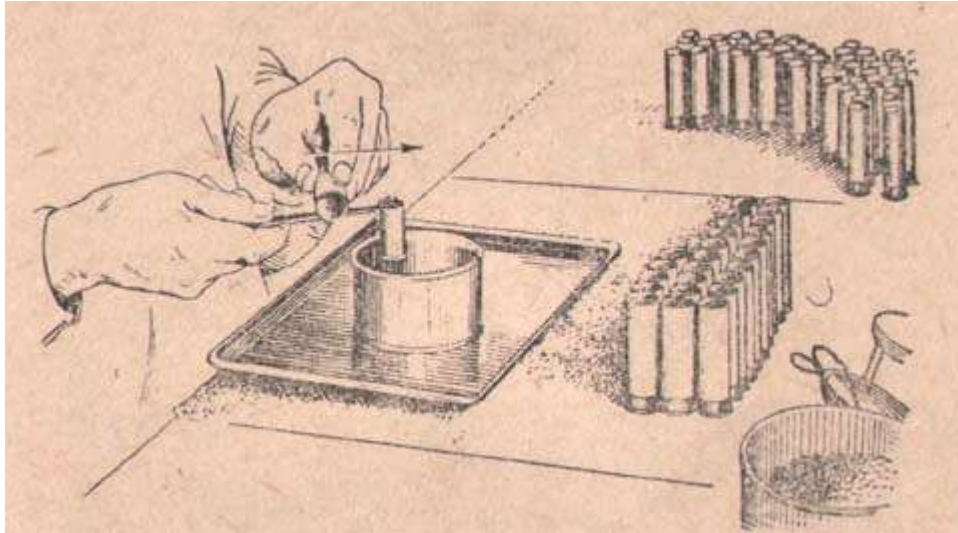

Рис. 58. Организация рабочего места для отмеривания или навески снарядов дроби, а также зарядов пороха
Прежде всего подготавливается рабочее место: все необходимые для этой операции боеприпасы и инструменты располагаются в таком порядке, чтобы их было удобно брать, не делая лишних движений (см. рис. 58). На столе не должно быть ненужных и легковоспламеняющихся предметов (спички, капсюли), а тем более - горячей свечи.
- левой рукой берут очередную пустую гильзу, осторожно сдвигают ею излишек пороха на мерке, выступающий поверх краев (см. рис. 58), затем пересыпают порох из мерки в гильзу и ставят ее в ряд с другими гильзами - либо справа, либо перед собой, либо в пустое гнездо специально изготовленной для этого доски.
*Засыпка снаряда дроби и установка дробового пыжа.* Отмеривают снаряд дроби таким же приемом, как и порох, а излишек дробин поверх краев мерки снимают гильзой (рис. 58).